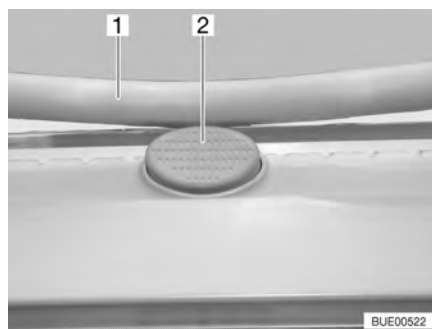

Bild 59 Låsknapp på Heki-takluckan
- Tryck på låsknappen (Bild 59,2) och dra ner bygel (Bild 59,1) med båda händerna.
- Tryck bygel uppåt med båda händerna tills bygel ligger ovanför låsknappen (Bild 59,2).